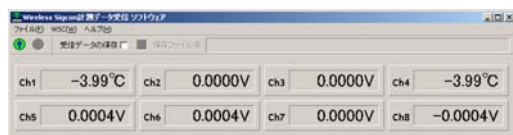

図 33. WSC 計測ソフトウェアの画面
- ① パソコンにインストールした **WSC** 計測ソフトウェア『WSC_Measure.EXE』を起動します。
- ② 図 33 のような画面が表示されます。計測データをファイルに保存する場合には『受信データの保存』にチェックを入れて、ツールバーの『保存ファイル名の指定』をクリックして保存先のフォルダ、ファイル名を指定してください。
- ③ 送信機～受信機の通信が確立していることを確認し、ツールバーの『計測開始』ボタン(左端)をクリックしてください。
- ④ 正常に計測ができている場合には、画面に計測データが表示されます。また、『受信データの保存』がチェックされている場合には指定されたファイルに計測データが保存されます。送信機～受信機の通信が途絶した場合にはデータ表示欄に『——』と表示され、データも保存されません。送信機～受信機間の通信が復旧した時点でデータの表示と保存が再開されます。
- ⑤ 計測を停止する場合にはツールバーの『計測停止』ボタン(左から2番目)をクリックしてください。